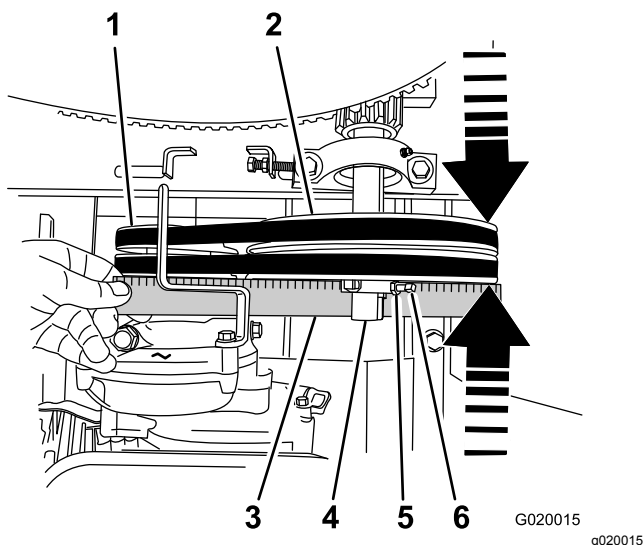

Figura 73
5. Coloque una regla sobre las caras de la polea del motor y de la polea tensora (Figura 73).
- B. Afloje las contratuercas y los tornillos de fijación que sujetan la polea tensora al eje (Figura 73).
- C. Dando golpecitos con un mazo de goma, mueva la polea tensora hacia adelante o hacia atrás en el eje hasta que la polea del motor y la polea tensora estén alineadas con la regla (Figura 73).
- D. Apriete los tornillos de fijación y las contratuercas que sujetan la polea tensora al eje (Figura 73).